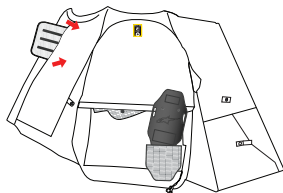

Figura 15
5. Per quanto riguarda la parte anteriore dell'Airbag che copre la zona del torace, aprire la clip, staccare le toppe a strappo poste sulla parte anteriore e posteriore dell'Airbag. Infine, rimuovere l'Airbag attraverso l'apertura presente sopra la manica destra (Figura 15).